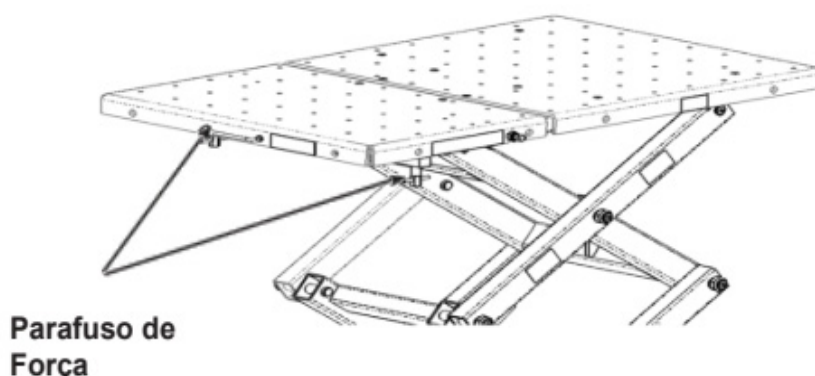

Figura 1
1. Girar os parafusos de força de entrada/saída completamente para assegurar o funcionamento adequado da função de inclinação da plataforma. Ver figura 1 da secção “Característica Inclinação de Ajuste Fino”.
Os parafusos de força mostrados na Figura 1 permitem ao utilizador inclinar finamente a plataforma para ajudar a remover ou instalar componentes do veículo. Esta característica fornece um total de dois centímetros de inclinação na frente da plataforma, o que ajuda a compensar os pisos irregulares das lojas, locais de fixação difíceis, etc. Os parafusos de força podem ser accionados manualmente, ou por chave ou tomada, dependendo da carga aplicada.